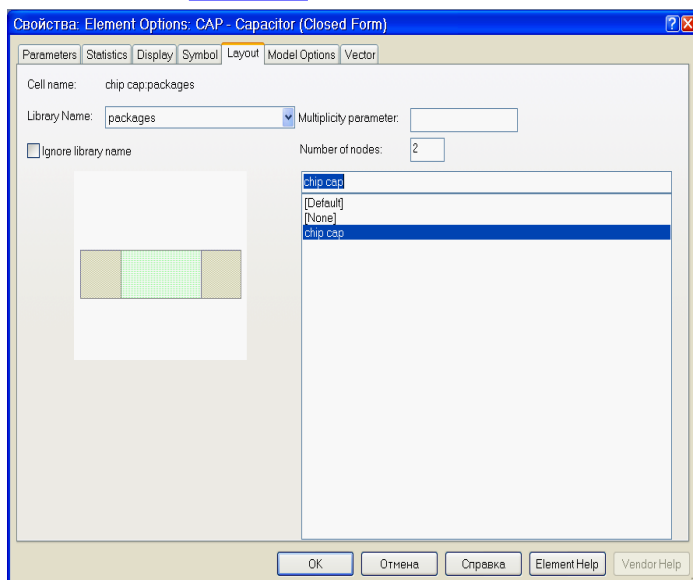

Рис. 5.31
8. В поле **Library Name** введите **packages** и в списке элементов отметьте **chip cap** (рис. 5.31). Нажмите **OK**.